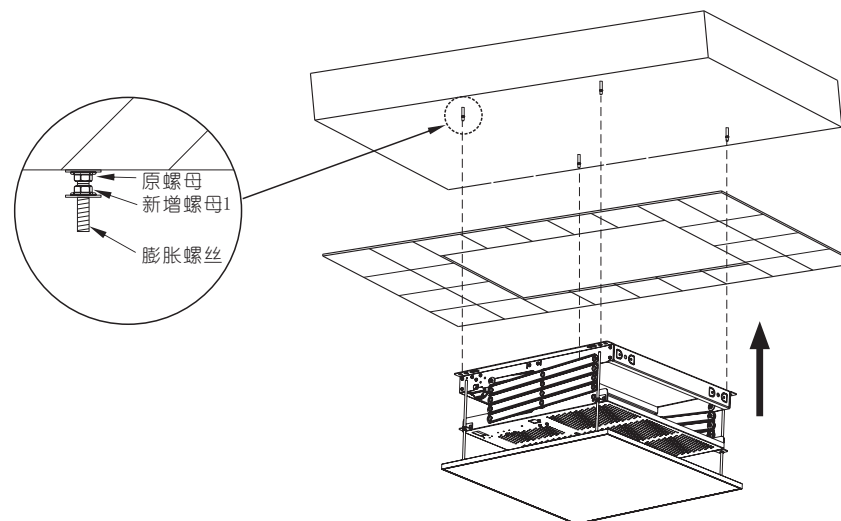

图7
4. 在每颗膨胀螺丝上另外再加一颗M8螺母(非附件)，并拧到靠上面的位置 (图7)；把升降架装入天花上面，并把升降架四个安装挂板的孔位对准四个膨胀螺丝。